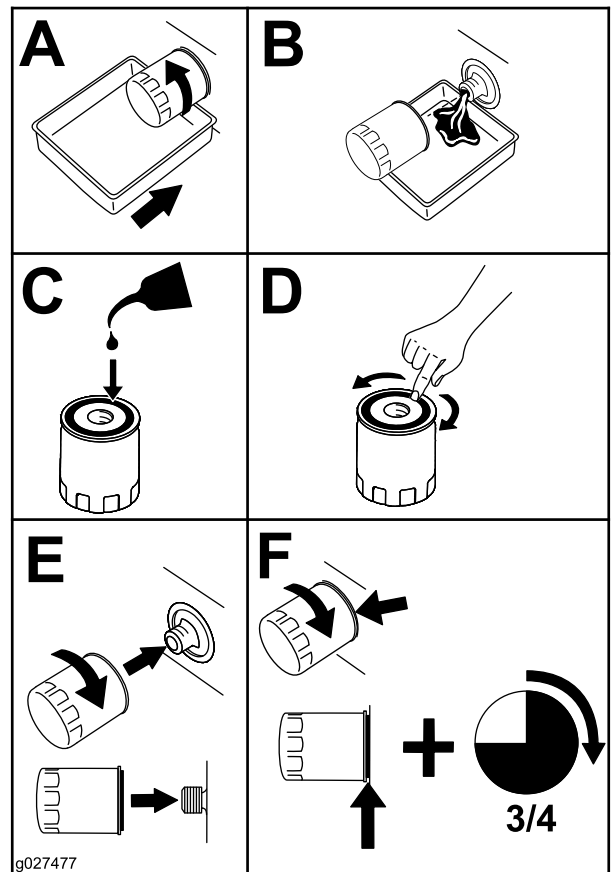

Рисунок 49
4. Замените масляный фильтр двигателя, как показано на Рисунок 49.